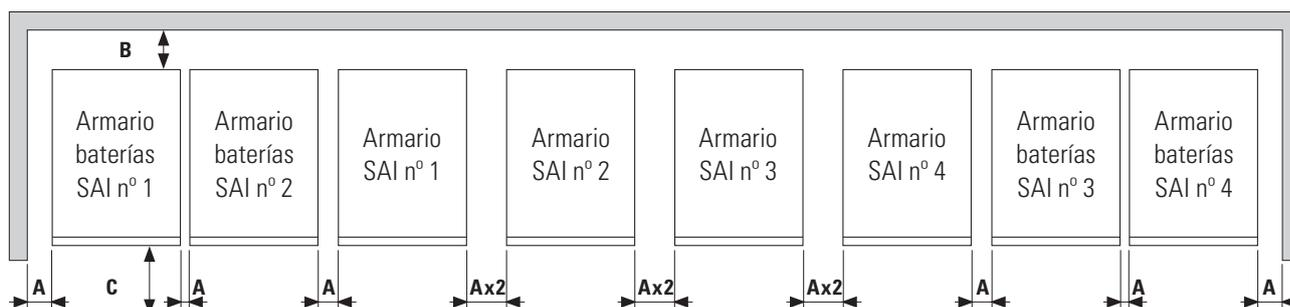

Fig. 22. Cotas mínimas para la ventilación de un sistema SAI en paralelo.
- En la Fig. 22 se representa un ejemplo de 4 equipos en paralelo con su respectivo armario de baterías. Para sistemas de menos unidades actuar en consecuencia según cada caso.